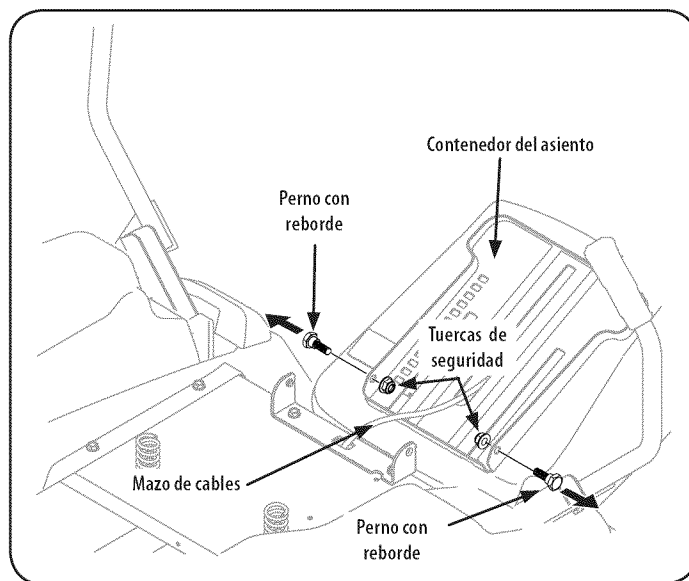

Figure 2
2. Quite los dos pernos con reborde y las tuercas de seguridad del contenedor del asiento tal como se muestra en la Fig. 2.